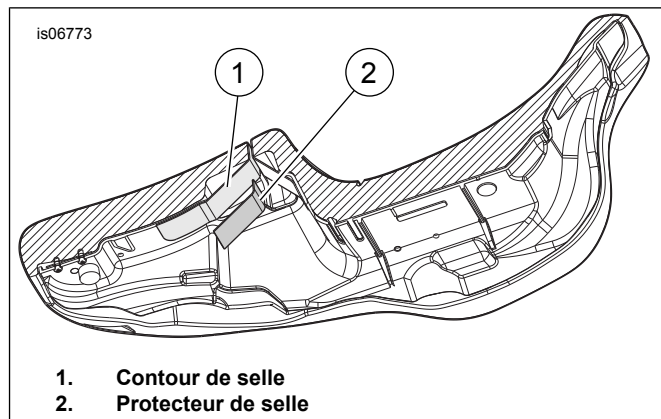

Figure 12. En dessous de la selle
13. Consultez Figure 12. Noter que la forme de la surface du protecteur (2) de selle couvre et façonne délicatement le protecteur pour mieux l'ajuster aux contours (1) de la selle.